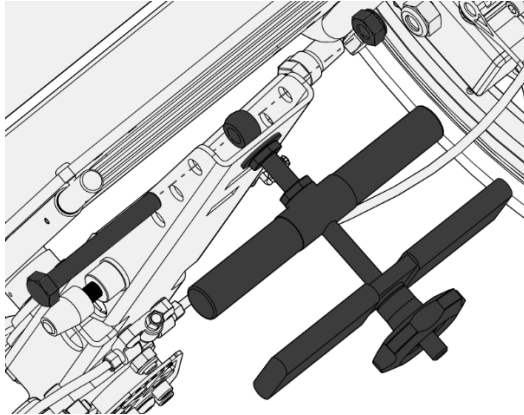

Figure 30 - Positionnement de la bride
- Puis revissez le tout comme sur la figure 30 ;